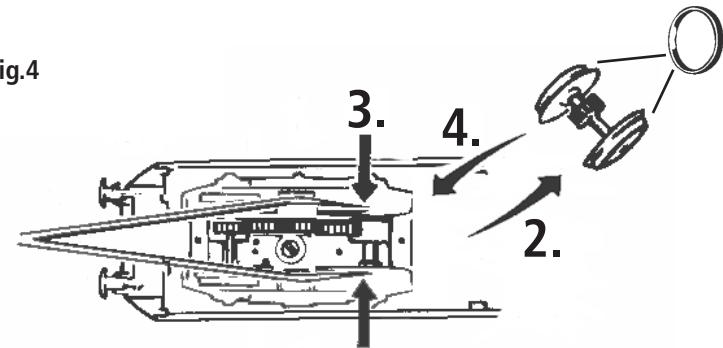

Fig. 8
3. Échange des bandages d'adhérence: Démontez d'abord **le couvercle du carter des engrenages** des engrenages (fig. 4). Délogez ensuite les essieux bandagées et enlevez, à l'aide d'une aiguille ou d'un tournevis fin, les bandages d'adhérence (fig. 8). Lors du montage des nouveaux bandages veuillez veiller à ce que les bandages **ne soient pas tordus**.